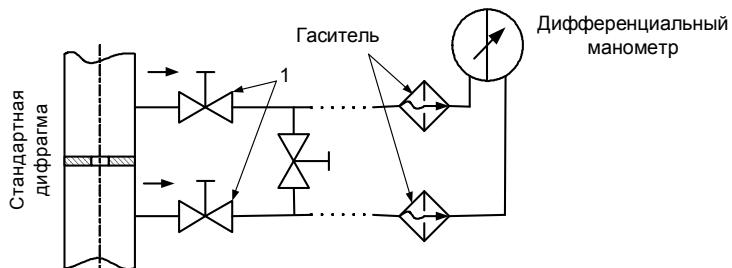

Рисунок 2.1 – Схема установки гасителя в цепи измерения расхода
1. Перекрыть краны 1 измерительных магистралей, подводящих давление к прибору типа ДМ и отсоединить штуцеры от кранов 1 со стороны прибора (см. рисунок 2.1).
3. Установить гаситель как проставку между краном и штуцером импульсной линии со стороны прибора, как показано на рис.2.1.